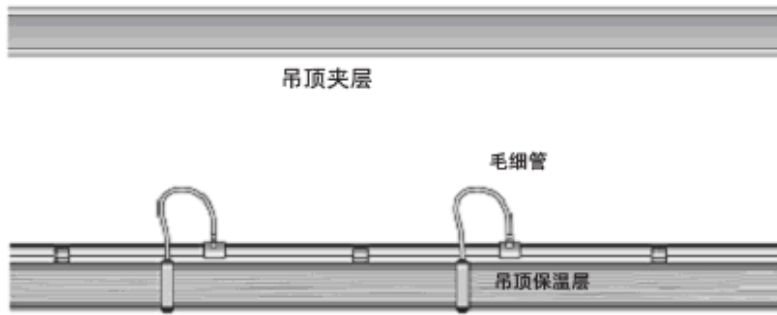

图3 – 毛细管采样示例
2. 如图所示，可以将采样管安装在被保护区外面，利用直径较小的毛细采样管 (外径 16mm (3/4 in)) 穿过吊顶保温层进入被保护区 (图 3)，进行采样。这个方法中，每根毛细采样管都要穿过一次吊顶保温层，采样管的接口也会比较多。所有的穿插点都要充分密封，避免因入口处空气潮湿或冷凝而发生结冰现象。只有冷库中有吊顶夹层时才会使用这个方法。毛细采样管的长度应尽可能短，建议在 4m (13ft) 以内。同时，在安装过程中必须对毛细采样管周边进行密封处理。